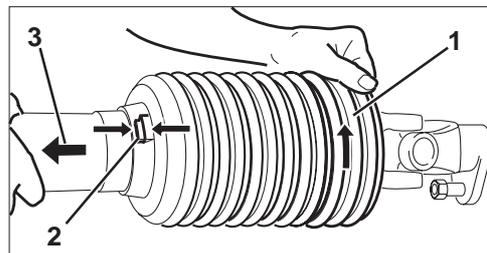

Fig. 5.4
- Faites pivoter le bol (fig. 5.4/1) en position de montage (fig. 5.4/2).
- Retirez le demi-protecteur (fig. 5.4/3).